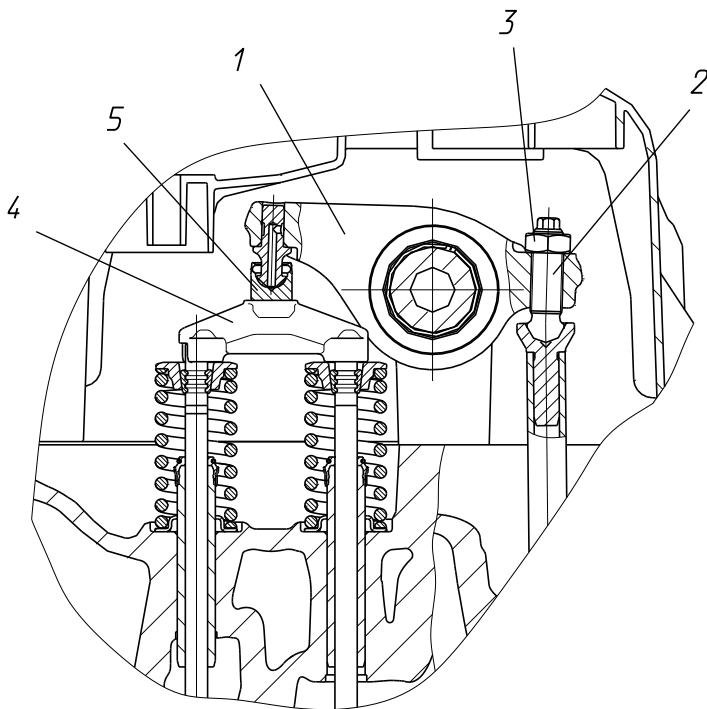

Рисунок 47 – Регулировка клапанного механизма:
10. Для регулировки зазора необходимо (см. рисунок 47):